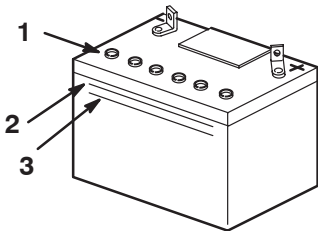

Figure 34
2. Observez le côté de la batterie. Le niveau de l'électrolyte doit atteindre le trait supérieur (Fig. 34). Ne laissez pas l'électrolyte descendre en dessous du trait inférieur (Fig. 34).
3. Enlevez les bouchons d'aération de la batterie (Fig. 34).
4. Versez de l'eau distillée avec précaution dans chaque élément jusqu'au repère supérieur (Fig. 34) sur le côté de la batterie.
5. Attendez cinq à dix minutes après avoir rempli les éléments. Ajoutez de l'eau distillée au besoin, pour amener le niveau au repère supérieur (Fig. 34) sur le côté de la batterie.